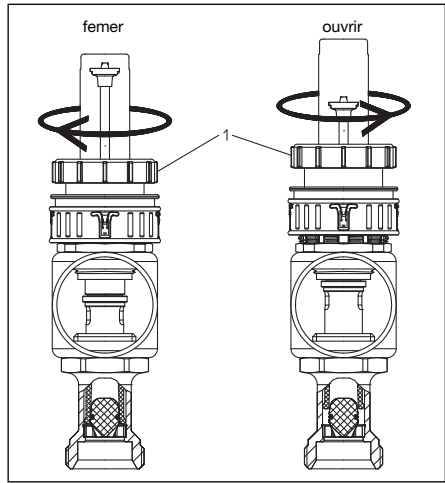

Fig. 7.2: Fermeture et ouverture des débitmètres pour la mesure et le réglage du débit
7.3. Fermeture et ouverture (fig. 7.2)